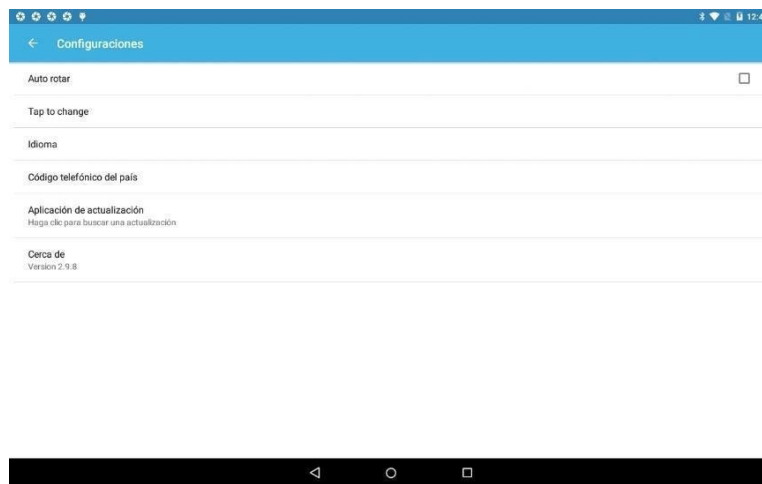

Figura 2.5
4. Haga clic en "Actualizar aplicación" (revise la Figura 2.5).